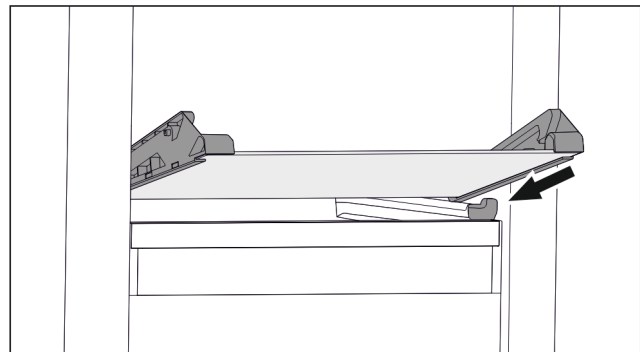

Fig. 64 Glasplatte des abklippbaren Schubfachs
- ▶ Glasplatte schräg hinter den Stopperrücken aufsetzen. (siehe Fig. 64)